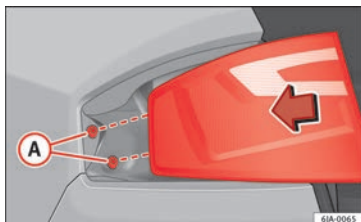

Fig. 102 Montar a unidade traseira.
- Pressione a unidade da luz traseira para trás (sentido de rodagem do veículo) encaixando as fixações nos casquilhos de borracha » **Fig. 102 A**.